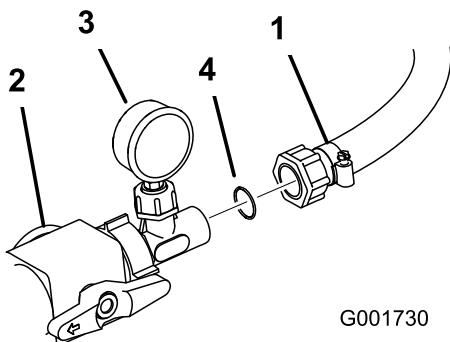

Figura 17
18. Installate un O-ring di plastica tra il gruppo dell'indicatore della pressione e il flessibile che porta al gruppo dell'avvolgitubo. Collegate il flessibile al gruppo (Figura 17). Serrate il dado di plastica al flessibile per fissarlo al gruppo dell'indicatore della pressione.